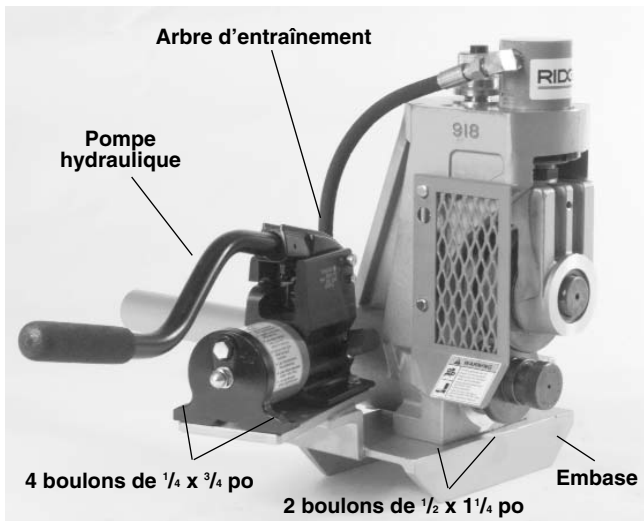

Figure 7 – Rainureuse à galets n° 918 sur embase de machine à fileter n° 535
- Positionnez la rainureuse à galets n° 918 sur l'embase comme indiqué à la Figure 7.